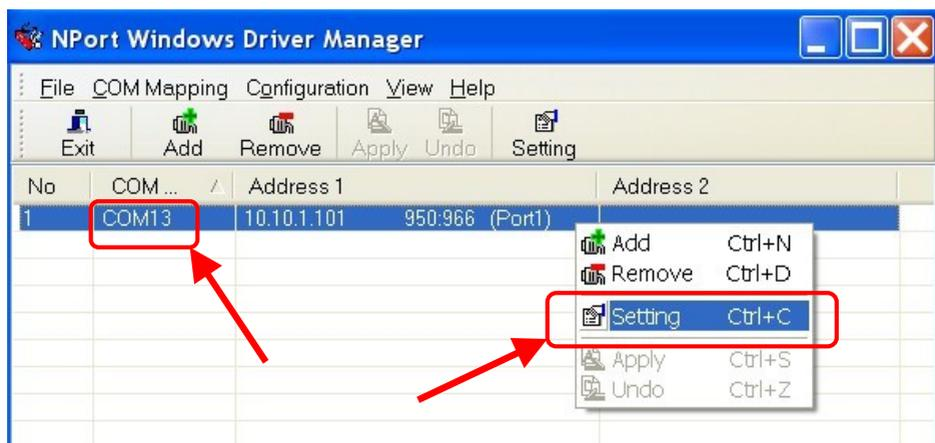

Рис. 17.14. Утилита «NPort Windows Driver Manager», установка параметров порта.
17.18. Вернитесь в окно утилиты «NPort Windows Driver Manager», кликните правой кнопкой «мышки» на последовательном порте и в появившемся меню выберите пункт «**Setting**» (см. Рис. 17.14).